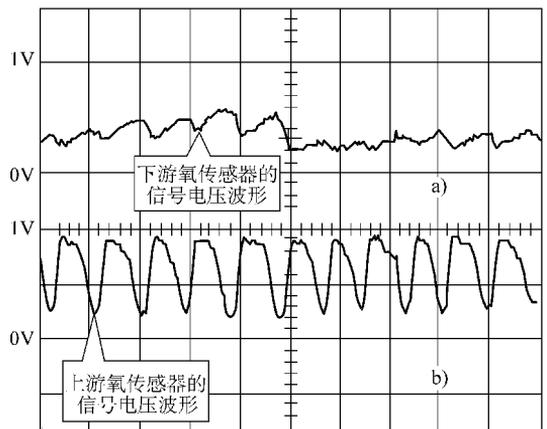

图 2-8 上游氧传感器和下游氧传感器波形的比较
4) 在闭环状态下, 用示波器测试三元催化转化器 (TWC) 上游和下游的氧传感器, 上游的氧传感器波形令人满意, 下游氧传感器的波形小得多, 说明 TWC 有故障, 见图 2-8。